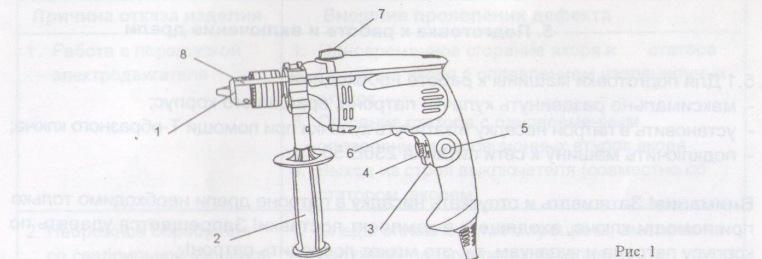

Рис. 1
5.2 При необходимости пользователь может установить на корпусе дрели дополнительную ручку и глубиномер. Для этого ручку 2 (см. рис. 1) наденьте на корпусной выступ, вставьте глубиномер 8 в отверстие на ручке и отрегулируйте его положение и затяните ручку путем ее вращения по часовой стрелке.
5.3 Включение дрели осуществляется нажатием на курок выключателя 3 (см. рис. 1). При отпускании курка дрель выключается. Чем больше усилие, прикладываемое к курку, тем выше частота вращения шпинделя.
5.4 Выключатель дрели может быть зафиксирован в положении «включено» нажатием кнопки 5 (см. рис. 1). В этом случае для выключения дрели необходимо повторно нажать курок, а затем отпустить его.
5.5 При заблокированном курке частота вращения шпинделя регулируется при помощи колеса 4 (см. рис. 1), расположенного на курке выключателя. Изменение направления вращения шпинделя производится путем перевода флажка реверса 6 (см. рис. 1) в противоположное положение.